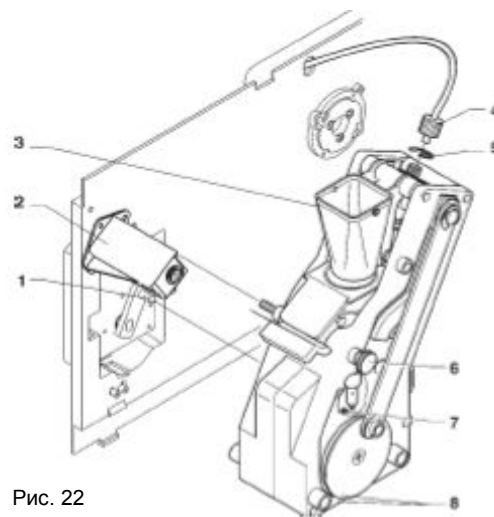

Рис. 22
- Отсоединить тефлоновое шланговое соединение с котлом от верхнего поршня. Положите уплотнительную шайбу на видное место (см. рис. 22);